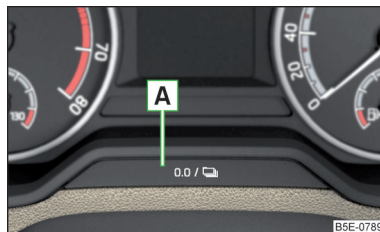

Fig. 38
Le compteur peut, en appuyant sur le bouton **A** » fig. 38 à la page 52 ou dans le menu Infotainment **CAR** / → → **tableau de bord**, être remis à zéro.
- Appuyez sur la touche **A** » fig. 38 et maintenez-la enfoncée jusqu'à ce que l'heure s'affiche sur l'écran.